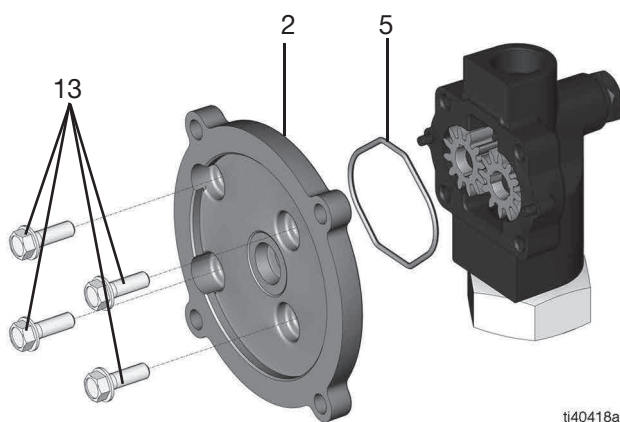

図9
7. アダプタープレートの4つのネジ(13)を1/2インチソケットレンチを使用して取り外します(図9)。
8. アダプタープレート(2)を外します(図9)。
9. Oリング(5)を外します(図9)。
4. 4つのネジ (13) をアダプタプレート (2) に通し、1/2 インチのソケットレンチを使用して締め付けます (トルク 30 ft-lbs, 40.7 N•m) (図 9 参照)。